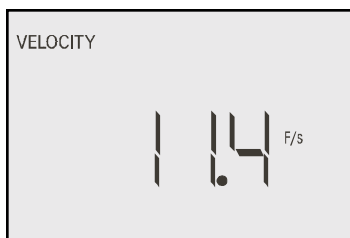

Fig. 4
5.3.3 La vitesse de l'air est affichée en pied par seconde (fps). (Fig. 4)